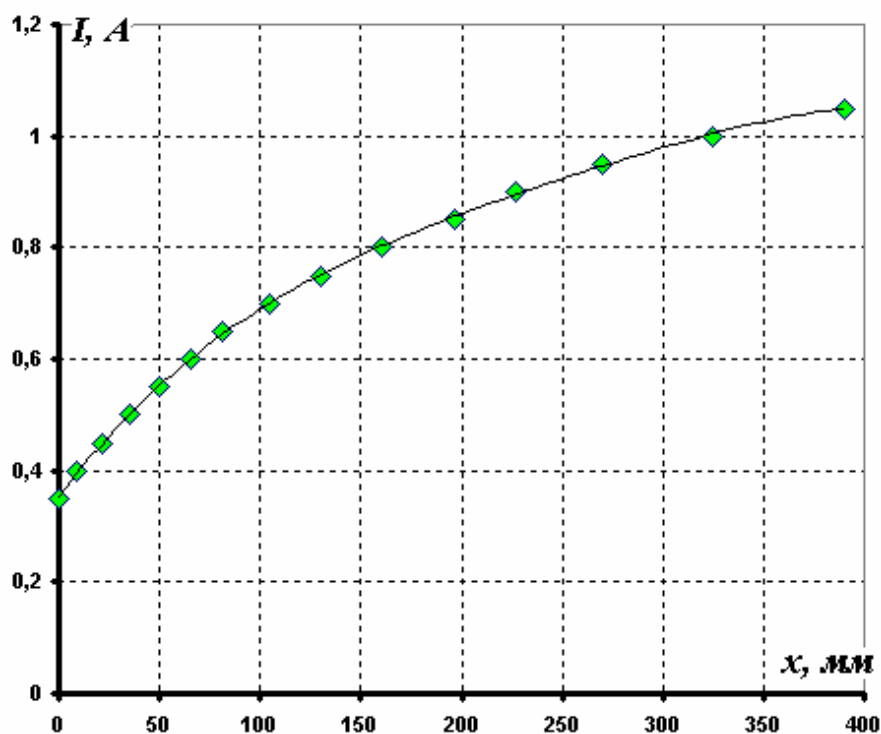

Рис. 2 Зависимость силы тока от длины участка проволоки
3.1. Соберите схему, показанную на рис. 2.